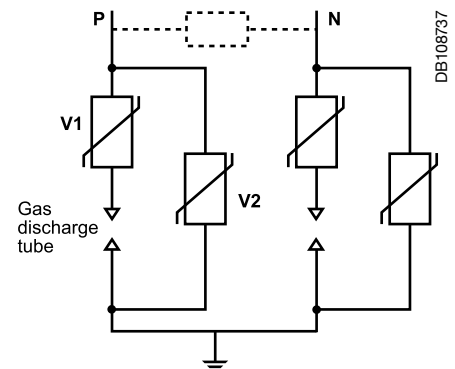

Fig. 11 - Typisk opbygning af en forbedret overspændingsafleder med gas-udladningsrør.
- Overspændingsafleder med gas-udladningsrør skal anvendes i forbindelse med varistorer for at kompensere for deres svage sider (fig. 11).